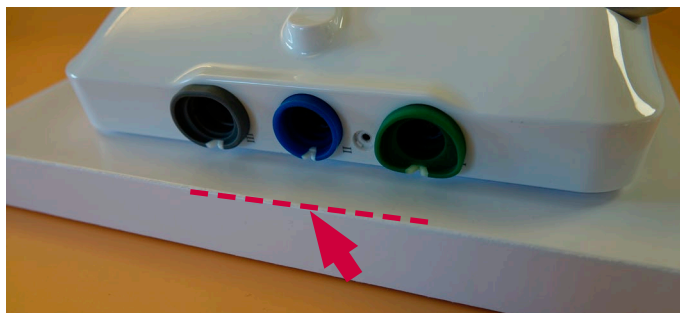

図35 カラーリングのある側から始めて、背面ケースを配置する
- c) カラーリングが配置されている側から始めて、ディスプレイ装置に背面ケースを取り付けます(図35)